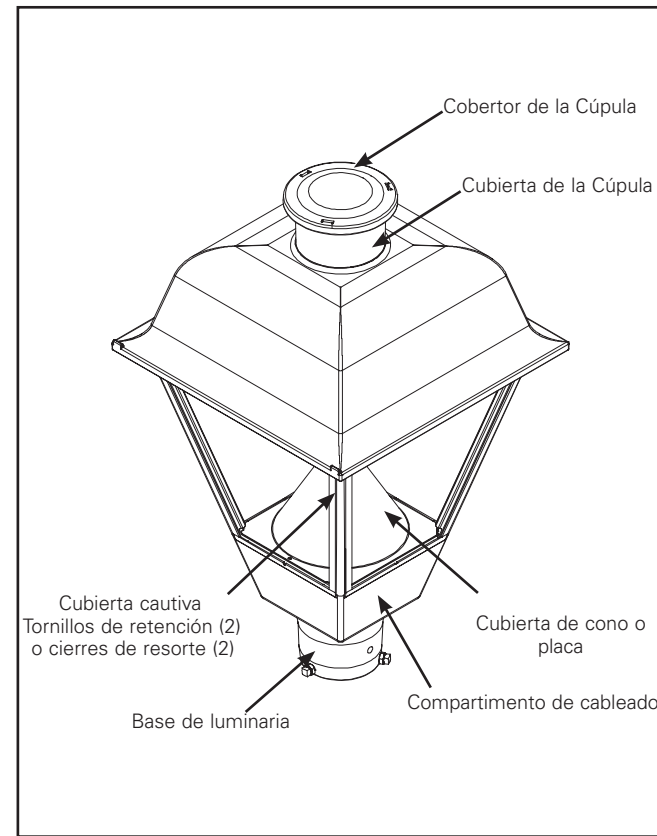

Figura 1.
Luminaria estándar con instalación de lente (Figura 1 - 4.)
- Afloje los tornillos de retención de la cubierta cautiva utilizando un destornillador de 5/16", o afloje los pestillos de resorte y abra la cubierta superior con bisagras de la luminaria. (Figura 1.)
Instalación estándar de luminarias abiertas (Figura 1. y 5.)
1. Levante el techo de la cúpula (Figura 1.)